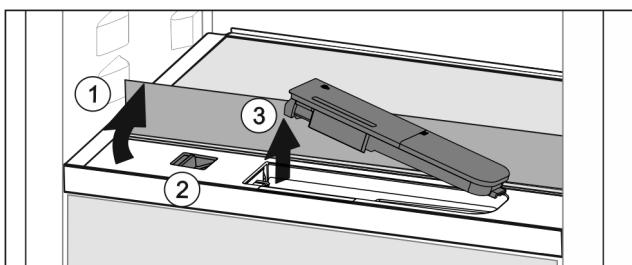

Fig. 152
- Stekleno ploščo dvignite in jo sklopite nazaj do omejevalnika Fig. 152 (1).
- Drsnik Fig. 152 (2) potisnite v levo.
- Odstranite rezervoar za vodo Fig. 152 (3).